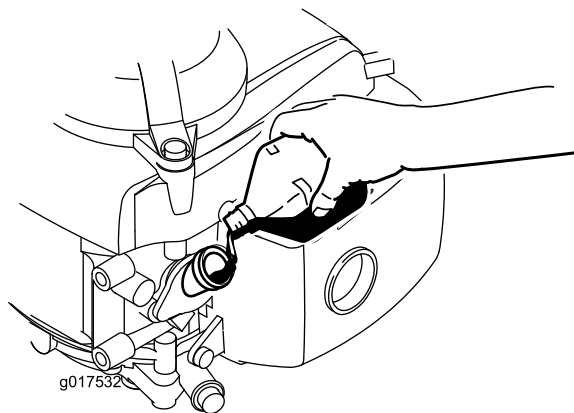

Рисунок 6
3. **Медленно** залейте масло в маслозаливное отверстие, подождите 3 минуты, после чего проверьте уровень масла с помощью масломерного щупа. Для этого начисто протрите щуп, а затем вставьте его в маслозаливное отверстие, **не заворачивая** при этом крышку (Рисунок 6).